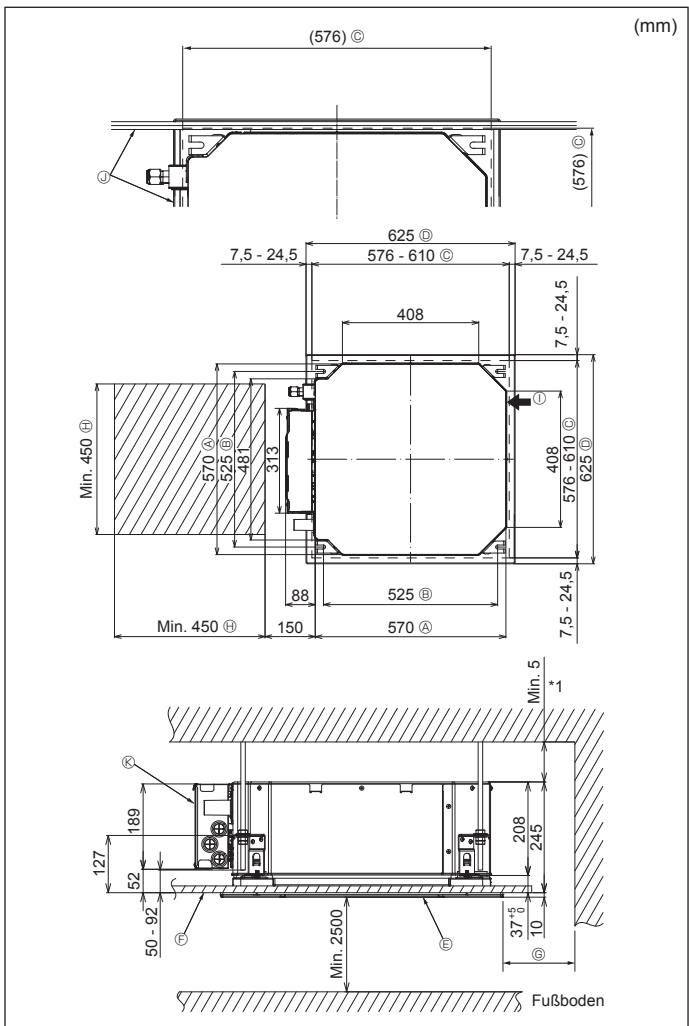

Fig. 4-2
⑤	Ablassmuffe	1
⑥	Isolierung	1
4.2. Lage der Öffnungen in der Decke und der Befestigungsschrauben für die Aufhängung (Fig. 4-2)